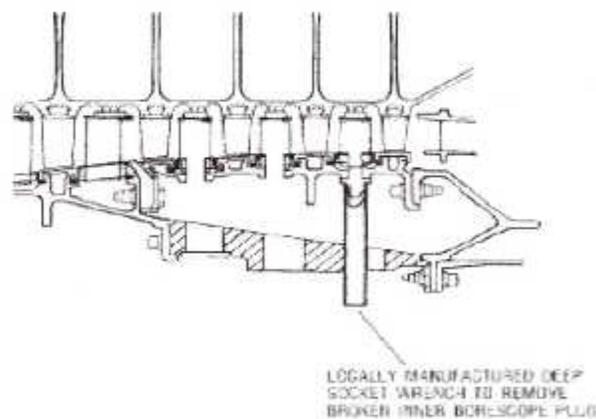

Fig. III.102 : Insertion de la Clé Deep Socket sur la Partie Inférieure du Bouchon Boroscope
- On Insère la clé Deep Socket sur la partie intérieure du bouchon du borescope. (fig. III.102)